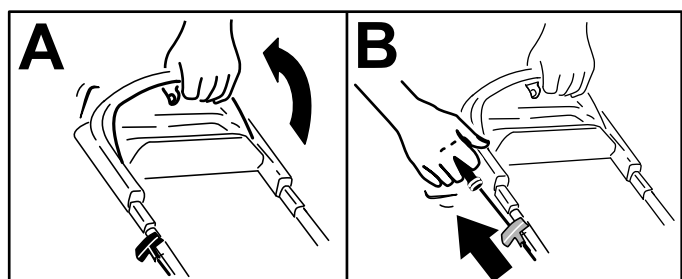

Figura 14
1. Sujete la barra de control de las cuchillas contra el manillar (Figura 14, A).
2. Tire suavemente del arrancador de retroceso hasta que note resistencia, luego tire con fuerza y deje que vuelva lentamente a la guía de cuerda del manillar (Figura 14, B).